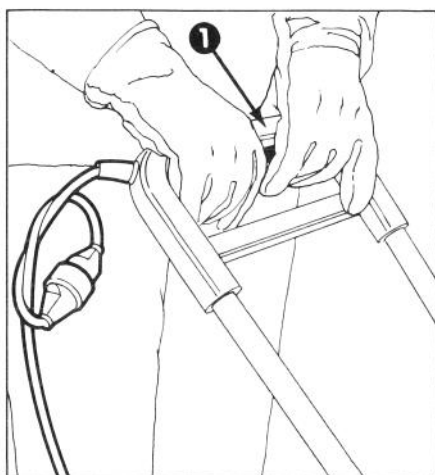

Figure 7
Pour mettre le rotor en marche, assurez-vous que la clé est dans le trou de contact, et pressez la poignée de commande; pour l'arrêter, relâchez la poignée de commande (Fig. 7).
1. Pressez la poignée de commande pour mettre le rotor en marche (Fig. 7), inclinez la S-120 vers l'avant jusqu'à ce que les lames du rotor touchent le sol. L'action du rotor entraînera la S-120 vers l'avant et vous permettra de suivre derrière avec le minimum d'effort requis. La profondeur et le poids de la neige détermineront la vitesse d'avancement.